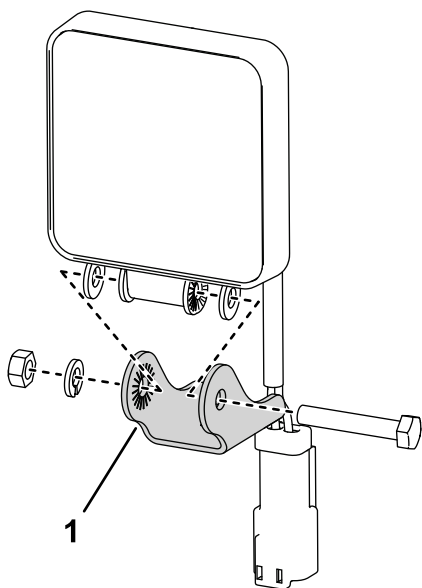

図 2
4. 作業用ライトに付いている小さい取り付けブラケットを外す 図 2。